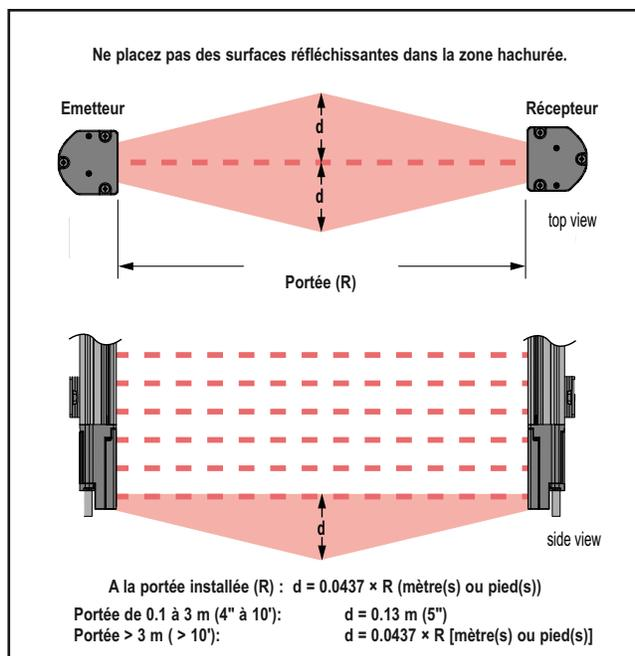

Figure 3-6. Surfaces réfléchissantes adjacentes
Une surface réfléchissante adjacente à la zone de détection peut réfléchir un ou plusieurs faisceaux autour d'un objet situé dans la zone de détection. Dans le pire des cas, un court-circuit optique peut se produire, qui permettrait à un objet de traverser la zone définie sans être détecté (voir la figure 3-6).
- **Si possible, déplacez les détecteurs** pour éloigner les faisceaux des surfaces réfléchissantes en veillant à conserver la distance de sécurité minimale adéquate (voir la figure 3-6).